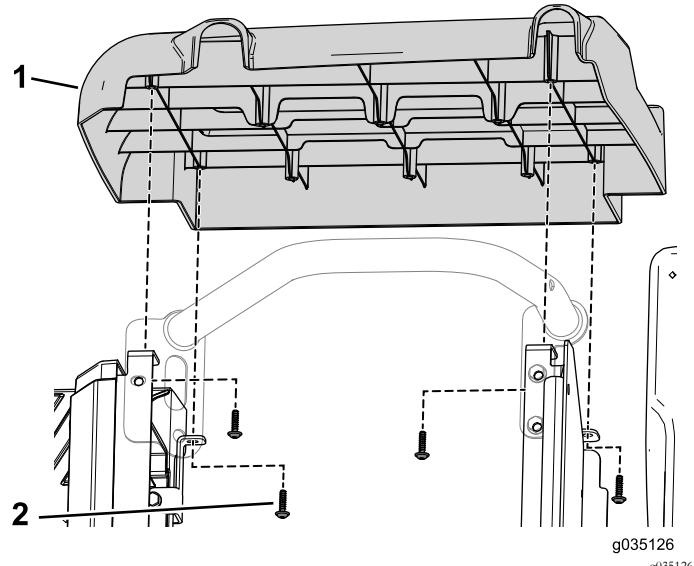

Рисунок 55
3. Выверните 4 самонарезающих винта, крепящих правый боковой кожух к автомобилю (Рисунок 55).